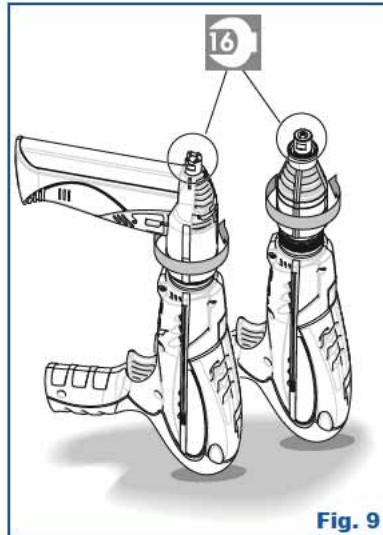

Fig. 9
- Das Bolzensetzgerät senkrecht halten und auf der Rückseite abstützen (siehe **Abb. 9**)